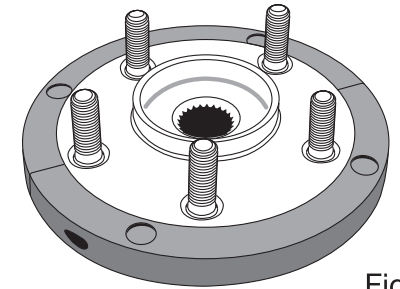

Fig 2
- Consulte la Fig. 2: Monte las abrazaderas de inserción (A) en el rodamiento/brida nuevos y fíjelas con los tornillos de ajuste (D) suministrados.
- Monte los cuatro pernos de fuerza (E) en la placa de fuerza (B). La junta tórica de goma del perno de fuerza permite fijarlo en el vaso de la placa de fuerza.